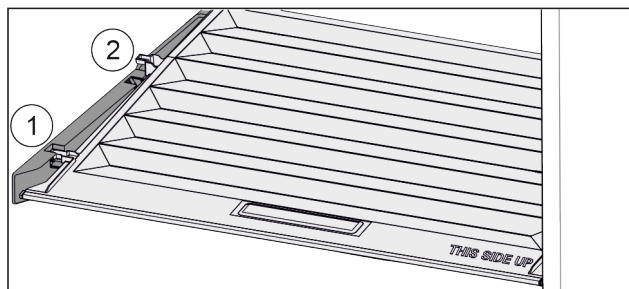

Fig. 103
- ▶ Pokrywę pociągnąć do przodu Fig. 103 (1), aż otworzy się w elementach trzymających.
- ▶ Podnieść tył od dołu i w wyjąć Fig. 103 (2) go do góry.